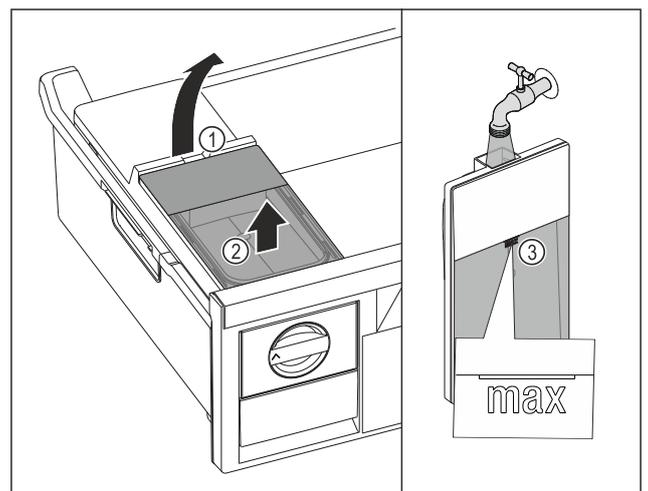

Fig. 126
- ▶ Elevar el depósito de agua por la entalladura Fig. 126 (1).
- ▶ Extraer el depósito de agua hacia arriba. Fig. 126 (2)
- ▶ Llenar el depósito de agua con agua potable hasta la marca Fig. 126 (3).